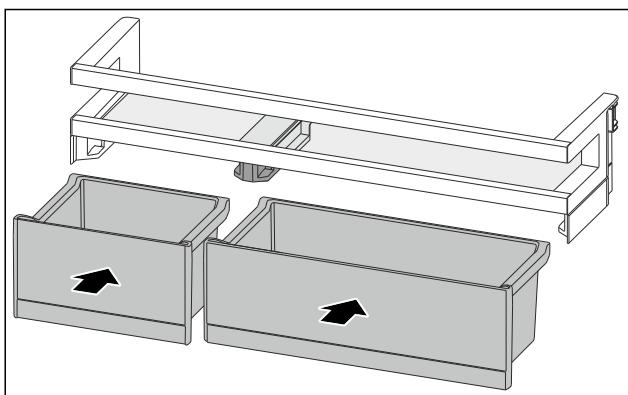

Fig. 88
- Vložte zásuvky VarioBox v zamenenom usporiadani. (pozri Fig. 88)